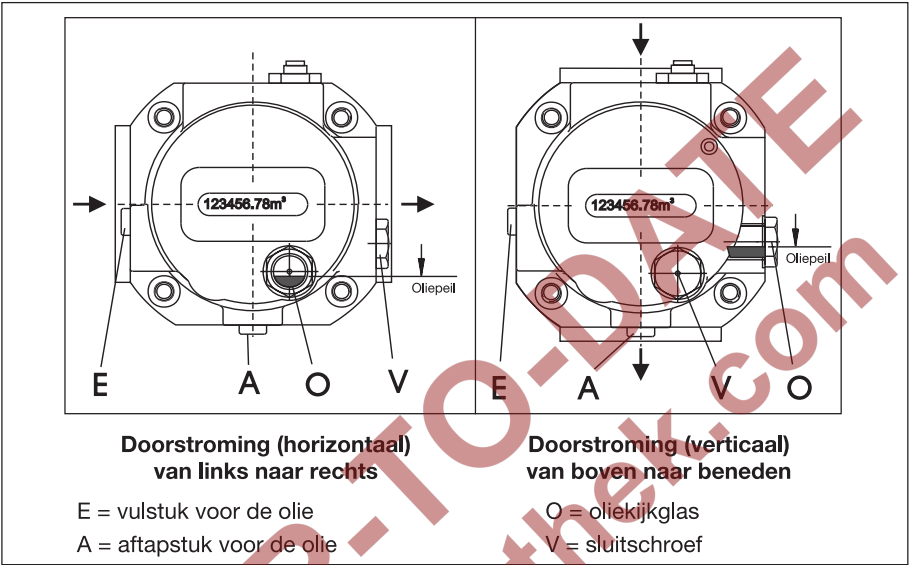

Fig. 8: Horizontale en verticale inbouwpositie, vullen met olie en oliepeilweergave, **type RVG-ST**
- Bij **horizontale doorstroming** staan er twee olievulopeningen E of V ter beschikking. De aftapopening A bevindt zich op het laagste punt. Het oliedijkglas O bevindt zich aan de voorkant van de meter onder het telwerk (fig. 8 links).
- Bij **verticale doorstroming** staat alleen olievulopening E ter beschikking. De aftapopening A bevindt zich op het laagste punt. Het oliedijkglas is nu rechts op het voorste deksel van de behuizing ondergebracht (fig. 8 rechts).